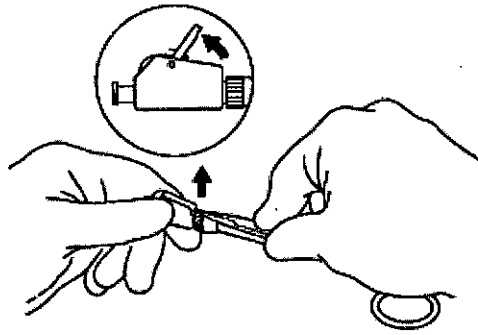

Fig. 6
- b. Haga palanca hacia arriba hasta liberar la palanca de la leva de bloqueo (Fig. 6).